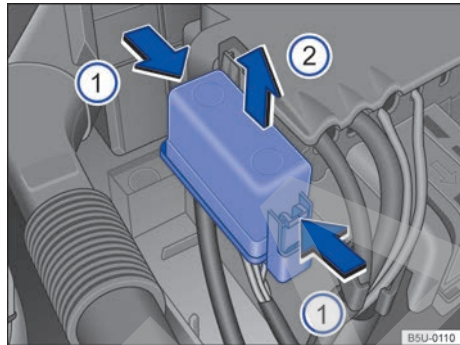

Fig. 162 En el compartimento del motor: cobertura de la caja de fusibles.
- Presionar las trabas en el sentido de la flecha \Rightarrow fig. 162 ①, para desbloquear la cubierta de la caja de fusibles.
- Remover la cobertura por arriba, en el sentido de la flecha ②.
- Para la **instalación**, colocar la cobertura sobre la caja de fusibles. Presionar la cobertura hacia abajo, en el sentido contrario de la flecha ②, hasta que trabe de forma audible.